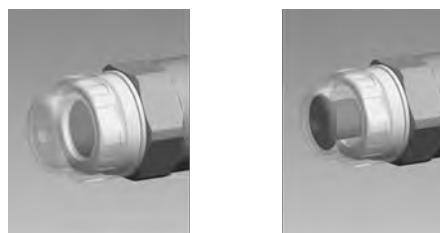

Fig. 9: Sensor de rotura de la membrana óptico sin activar y activado.
En los sensores de rotura de la membrana **ópticos**, en caso de rotura de membrana el cilindro (6) rojo hundido que hay por debajo de la tapa transparente (7) se desplaza hacia adelante y pasa a estar claramente visible (véase Fig. 9).